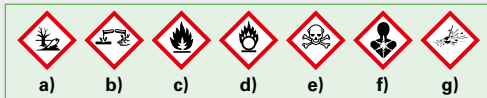

Bild 1: Gefahrenpiktogramme
8. Geben Sie die Bezeichnungen für die in **Bild 1** dargestellten Gefahrenpiktogramme von **a)** bis **g)** an.